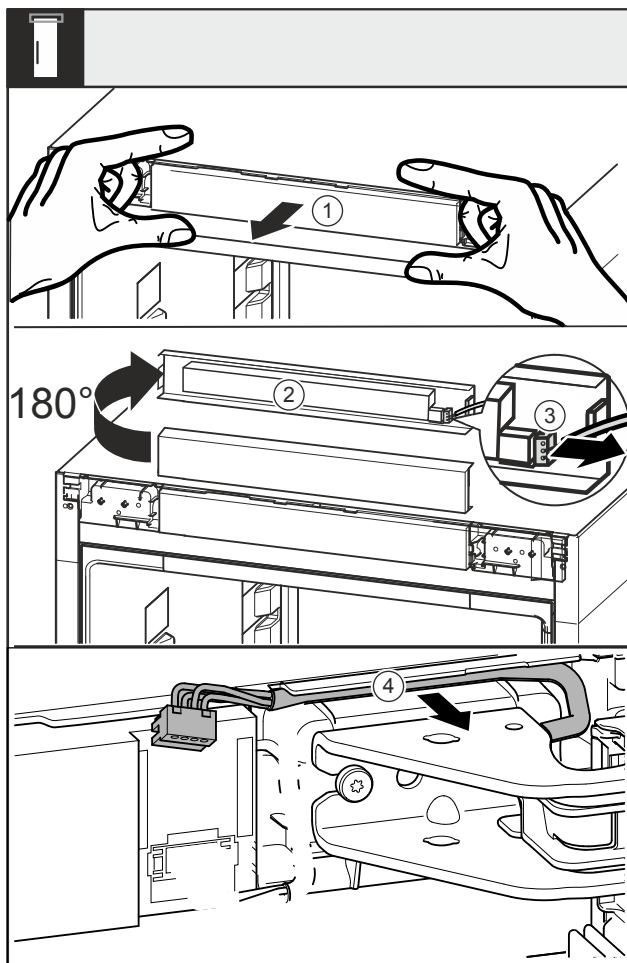

Fig. 16
- ▶ Desfaceți spre înainte masca Fig. 16 (1).
- ▶ Rotiți masca Fig. 16 (2) în sus cu 180°.
- ▶ Apăsăți ciocul de fixare de la fișă Fig. 16 (3) spre înapoi și extrageți cu precauție fișa.
- ▶ Desfaceți cablul Fig. 16 (4) deasupra suportului de lagăr din ghidaj.